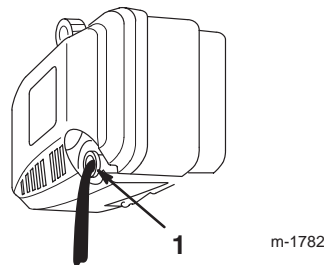

Figure 12
- Basculez la tondeuse sur le côté **gauche** pour permettre à l'huile de s'écouler dans le bac de vidange (Fig. 12).